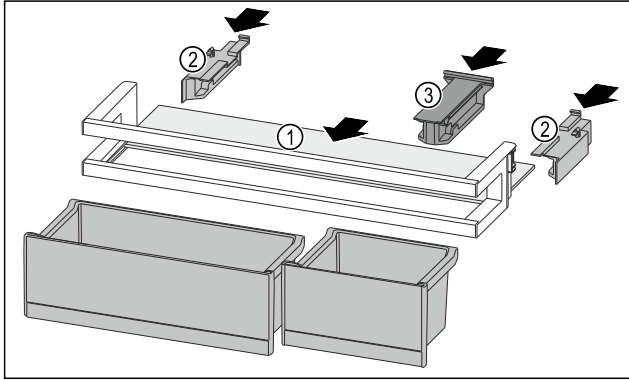

Fig. 203
- ▶ Abstellfläche Fig. 203 (1) in die seitlichen Aussparungen einschieben.
- ▶ Seitenteile Fig. 203 (2) einsetzen.
- ▶ Halteteil Fig. 203 (3) einsetzen.